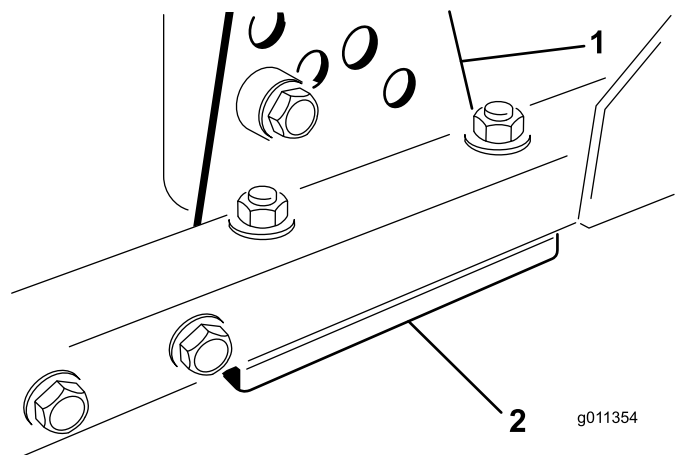

図 13
1. 刈り高ブラケット前、左、右のうち1つをデッキのフレームから外す図 13。
2. デッキのフレームとブラケットとの間に 1.5 mm または 0.7 mm のシムを入れて調整する図 13。